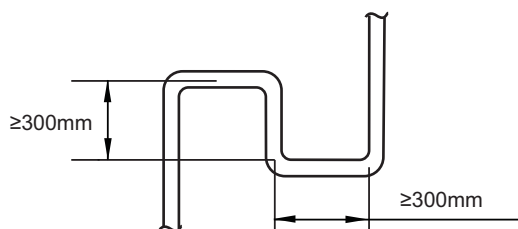

Figura 4.3
- Cuando la unidad exterior está por encima de la unidad interior, y el nivel supera los 20 m, se recomienda instalar un codo de retorno de aceite cada 10 m en el tubo de gas de la tubería principal. Las especificaciones recomendadas del codo de retorno de aceite son las que se muestran en la figura 4.3.
- Requisito 3:** La diferencia de altura entre las unidades interiores y la unidad exterior no debe superar los 90 m (si la unidad exterior está por encima) o los 110 m (si la unidad exterior está por debajo). Adicionalmente: (i) Si la unidad exterior está por encima y la diferencia de nivel es mayor de 20 m, se recomienda que se fije un codo de retorno de aceite con las dimensiones especificadas en la Figura 4.3 cada 10 m en el tubo de gas del tubo principal; y (ii) si la unidad exterior está por debajo y la diferencia de nivel es mayor de 40 m, el tubo de líquido de la tubería principal (L1) debe aumentarse un diámetro.